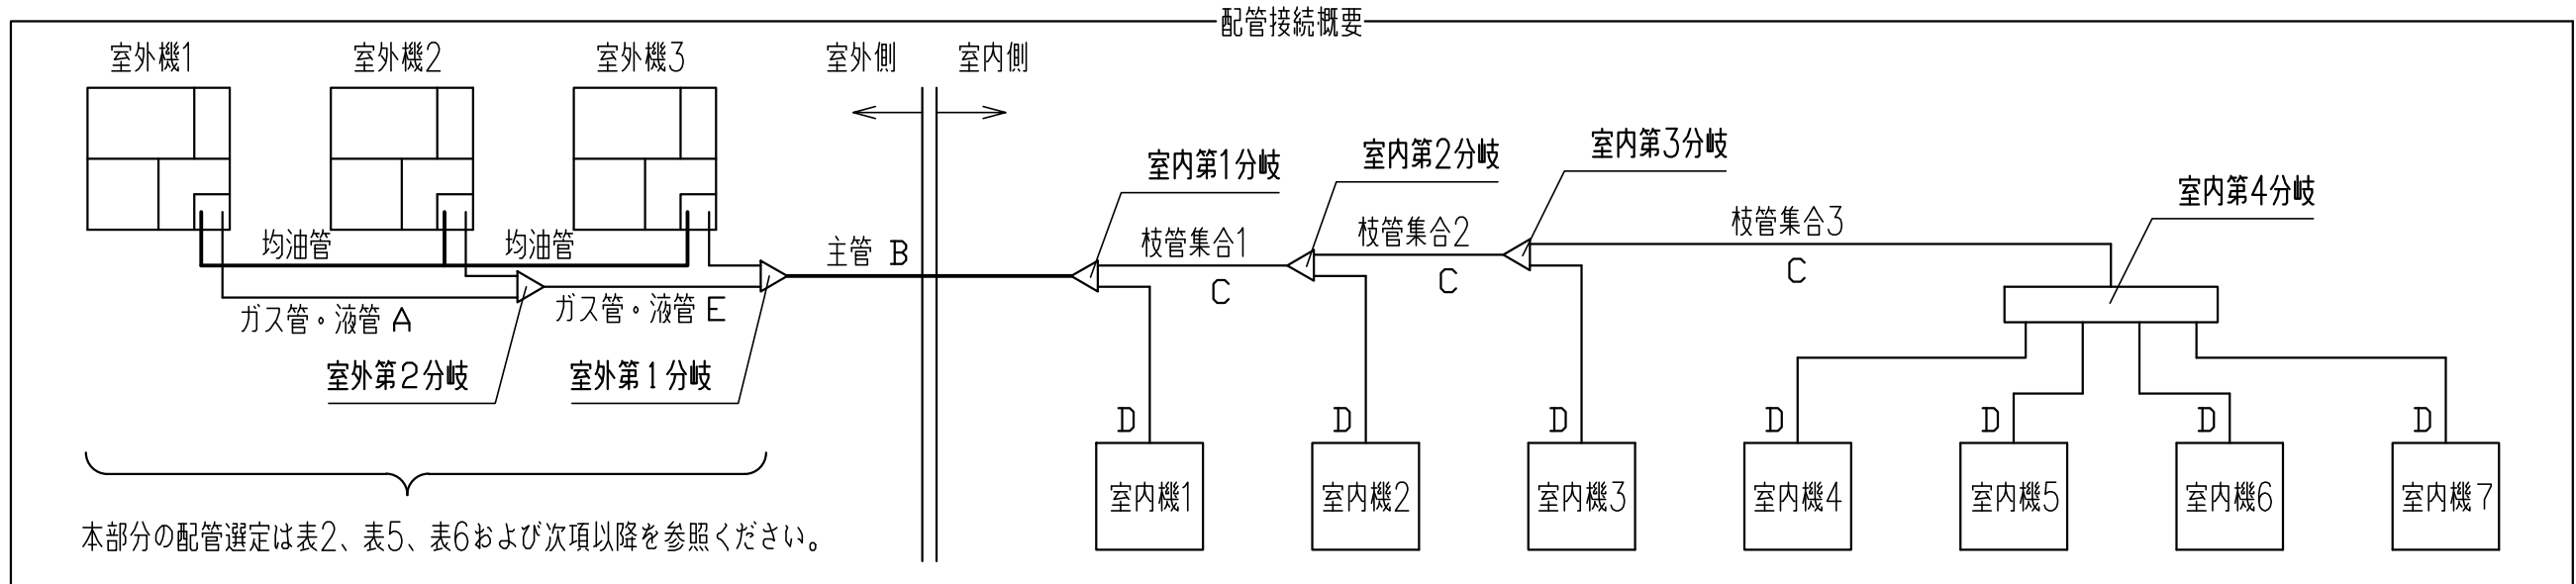

図 1
- (1) 主管(室外側の分岐～室内側の第一分岐間): 図1のB部
- (2) 室外機～室外機側の分岐間: 図1のA部
- (3) 室内側の第一分岐～室内側分岐間: 図1のC部
但し、主管(図1のB部)サイズを超えないでください。
- (4) 室内側分岐～室内機間: 図1のD部
- (5) 3台組合せ用室外分岐管間配管選定: 図1のE部